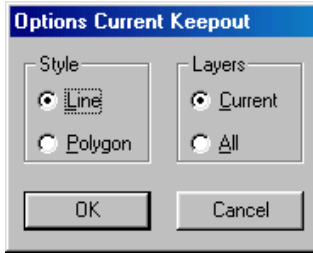

Рис. 16. Меню установки барьеров трассировки
**Задание барьеров для трассировки.** Как правило, не во всем пространстве ПП можно проводить трассировку. Поэтому с помощью команды Options/Current Keepout (рис. 16) устанавливается стиль Style (линия –